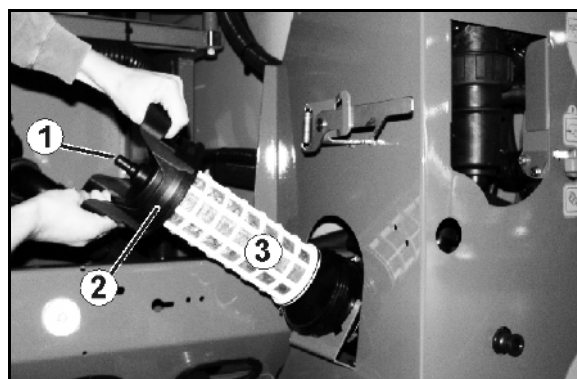

Fig. 134
Limpe o filtro de aspiração (Fig. 134) diariamente após a limpeza do pulverizador.
1. Soltar a tampa do filtro de aspiração (Fig. 134/2).
2. Retirar a tampa com filtro de aspiração (Fig. 134/3) e limpá-la com água.
6. Soltar a tampa do filtro de aspiração (Fig. 134/2).
7. Acionar a válvula de descarga no filtro de aspiração (Fig. 134/1).
8. Retirar a tampa com filtro de aspiração (Fig. 134/3) e limpá-la com água.